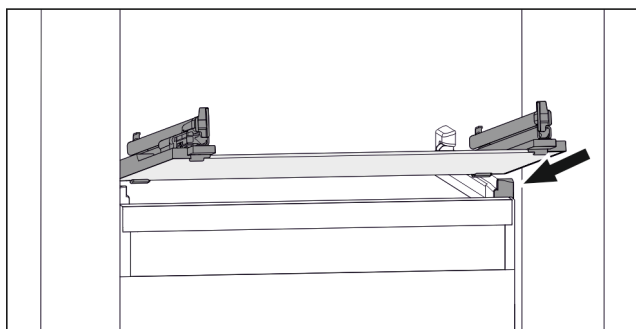

Fig. 75 Příklad znázornění skleněné desky
- Nasadte skleněnou desku šikmo za zarážky. (viz Fig. 75)